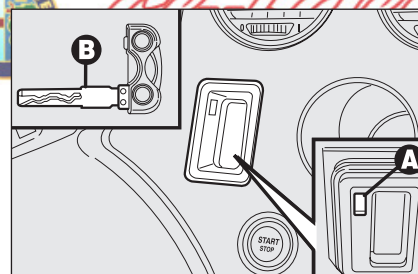

fig. 9
- ☐ inserire l'inserto metallico **B-fig. 9** della chiave elettronica nella fessura **A**;
**AVVERTENZA** Non introdurre nella fessura **A-fig. 9** oggetti diversi dall'inserto metallico **B** della chiave elettronica.